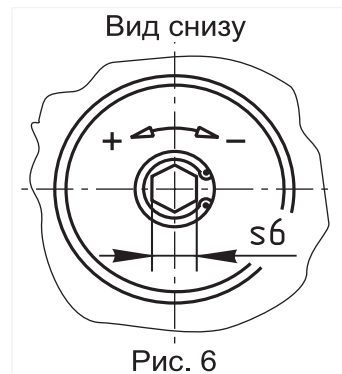

Рис. 6
4.4.4 При необходимости регулирования количества пропускаемого газа, используйте винт в нижней крышке (только для клапанов ВН...К ст.). Поворачивая винт в сторону знака « - » можно уменьшить количество пропускаемого через клапан газа (рис. 6).